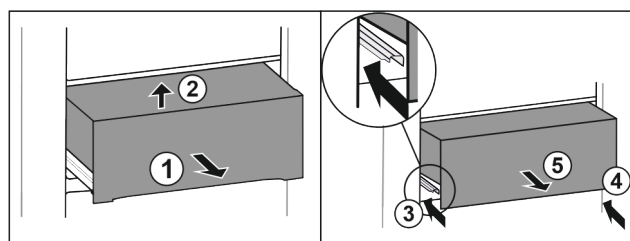

Fig. 27*
- Zásuvku napůl vytáhněte Fig. 27 (1).*
- Vpředu nadzvedněte Fig. 27 (2).*
- Zasuňte levou kolejničku Fig. 27 (3).*
- Zasuňte pravou kolejničku Fig. 27 (4).*
- Zásuvku odeberte směrem dopředu Fig. 27 (5).*